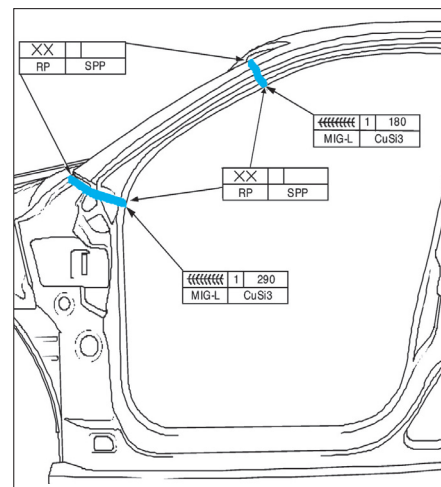

FIG. 48
- Effectuer les cordons puis les points de soudure de la partie supérieure de montant A (fig. 48).